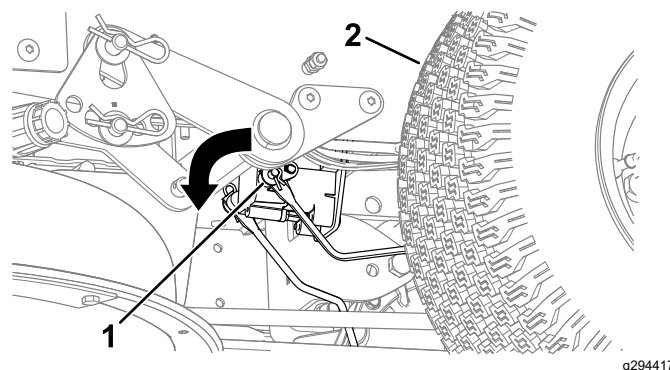

Figure 53
4. Localisez l'arbre sur le frein électrique au point de connexion des bras de liaison (Figure 53).
5. Tournez l'arbre en avant pour desserrer le frein, comme montré à la Figure 53.